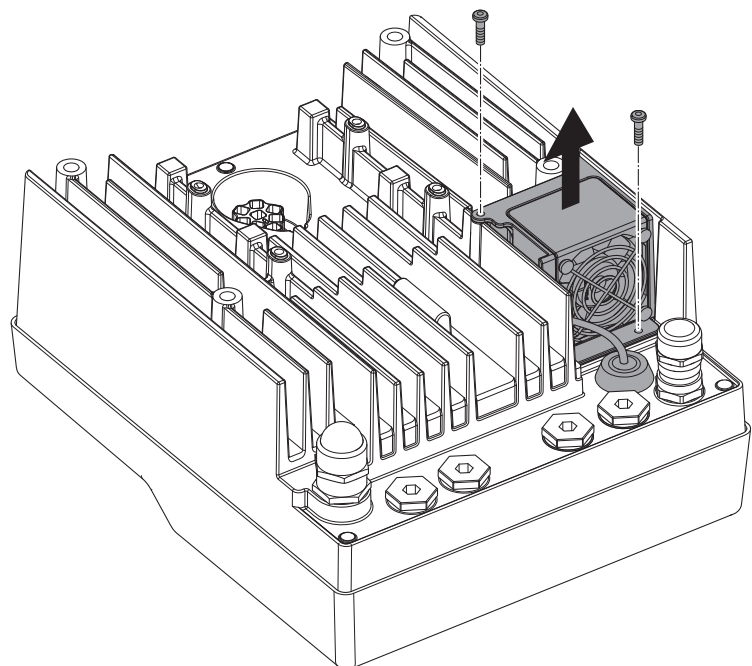

Fig. 47: Smontaggio del ventilatore del modulo
- Allentare le viti del ventilatore del modulo (Fig. 47).